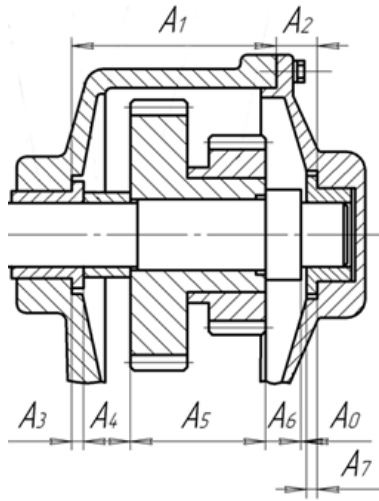

Рисунок 2
39. На сборочном чертеже (рис.2) найдите размеры, относящиеся к "увеличивающим"
40. На сборочном чертеже (рис.2) найдите размеры, относящиеся к уменьшающим